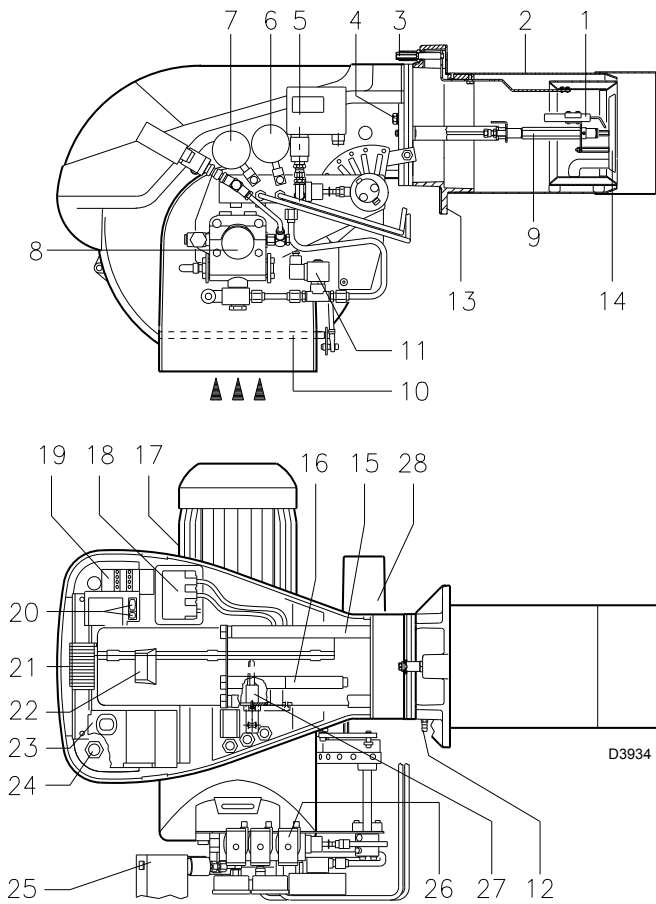

Fig. 1
Blocco apparecchiatura: l'accensione del pulsante dell'apparecchiatura 23)(Fig. 1) avverte che il bruciatore è in blocco.
Blocco motore: per sbloccare premere il pulsante del relè termico 19)(Fig. 1).
- 4 - Prolunghe 16)(Fig. 1) per guide 15)(Fig. 1)